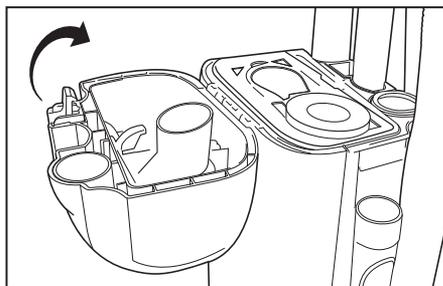

Fig. 5
- Vuelva a colocar la tapa y presione el botón de liberación de la tapa para asegurarla en su lugar (Fig. 5).